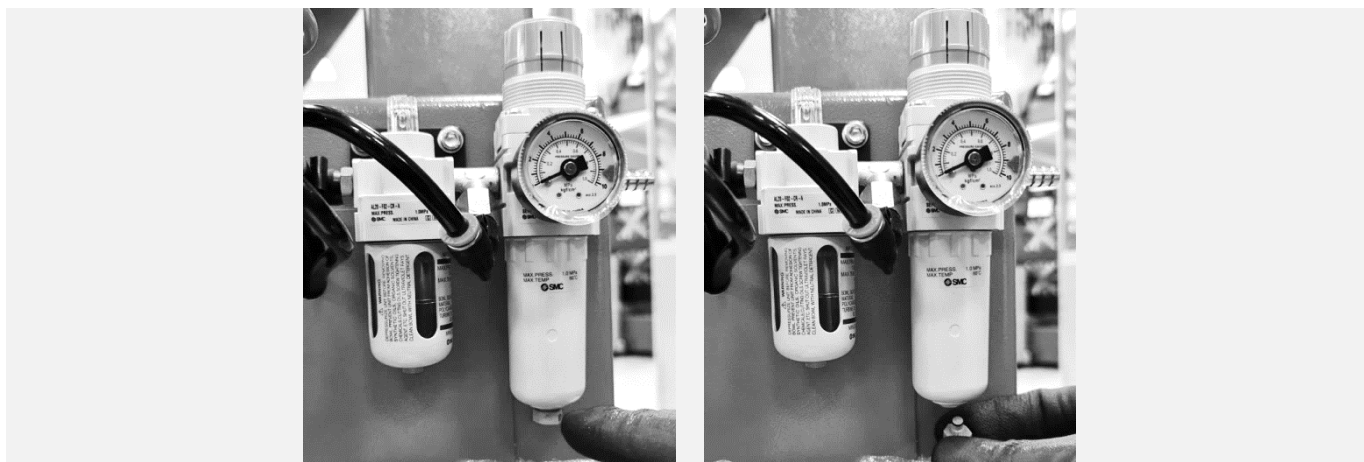

Рисунок 42
11.3.1 При достижении конденсатом уровня на 10 мм ниже фильтрующего элемента, необходимо выполнить его слив. Для этого повернуть сливную пробку на дне стакана (см. Рисунок 42) и дождаться полного вытекания конденсата.
11.4.1 Проверить уровень масла в маслораспылителе. Если уровень масла ниже маркировки (см. Рисунок 42), то следует добавить масло: